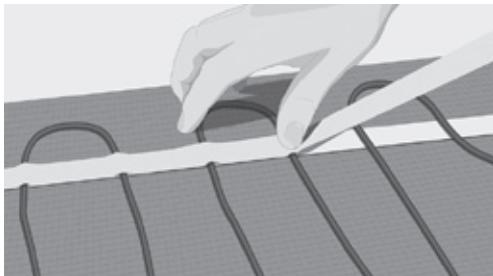

Рис. 8. Фиксация кабеля с помощью малярной ленты
11. Закрепите кабель с помощью малярной ленты поверх кабеля и двусторонней клейкой ленты. Тщательно прижмите ленту к кабелю, чтобы предотвратить образование воздушных полостей во время формирования основания (рис. 8).